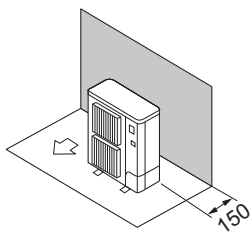

Fig. 3-5
- ① Obstáculos sólo en la parte trasera (Fig. 3-5)